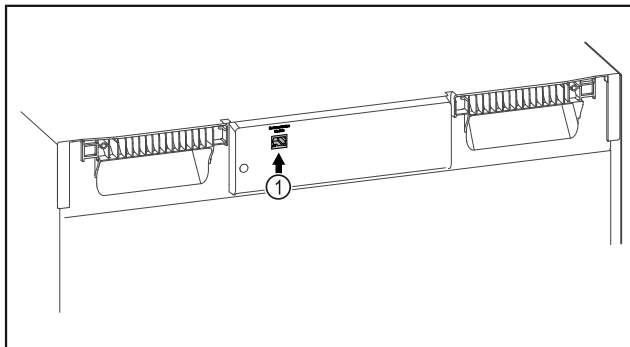

Fig. 154
- SmartModule Fig. 154 (1) is geplaatst.